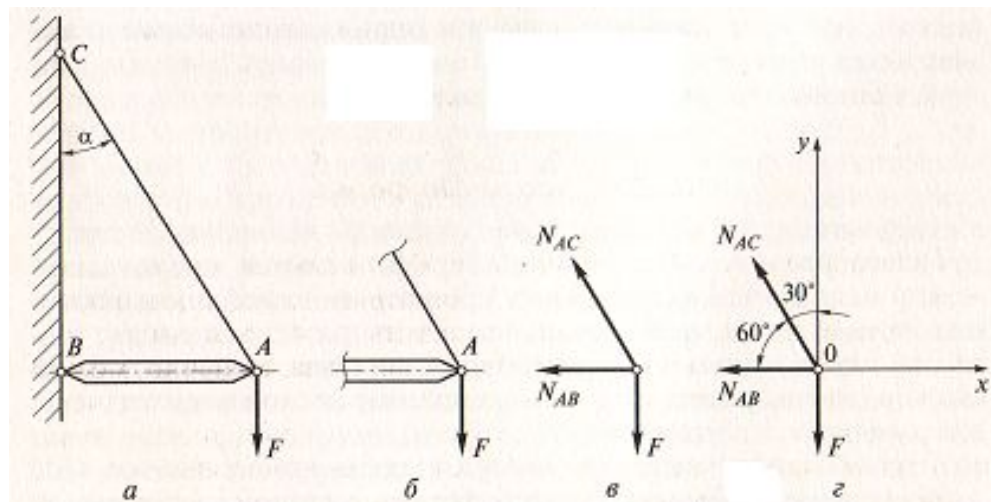

Рис. 3.2 К примеру 3.1:
Пример 3.1. Определить усилия в стержнях АВ (упоре) и АС (тяге) кронштейна, показанного на рис.3.2,а, если $F=20\text{кН}$, $\alpha=30^\circ$.
1. Рассматриваем равновесие точки А, мысленно вырезав ее из кронштейна (рис.3.2,б).
3. Прикладываем реактивные силы, заменяя тягу AC на усилие N_{AC} , а упор – на усилие N_{AB} . Направление N_{AC} – вверх по оси тяги, направление N_{AB} – предположительно влево (т.к. упор предположительно растянут) (рис.3.2, в).
4. Выбираем положение осей координат: ось Ox направляем горизонтально, ось Oy – вертикально. Ось Ox совпала с усилием N_{AB} , но имеет противоположное направление (рис.3.2, г).